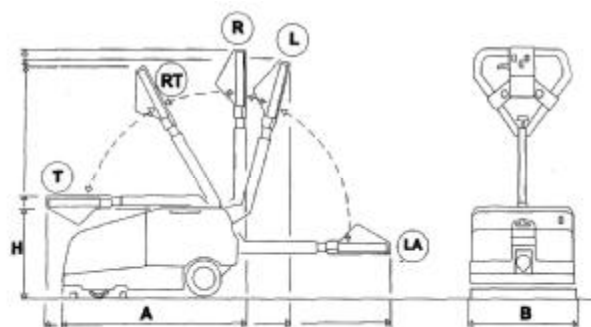
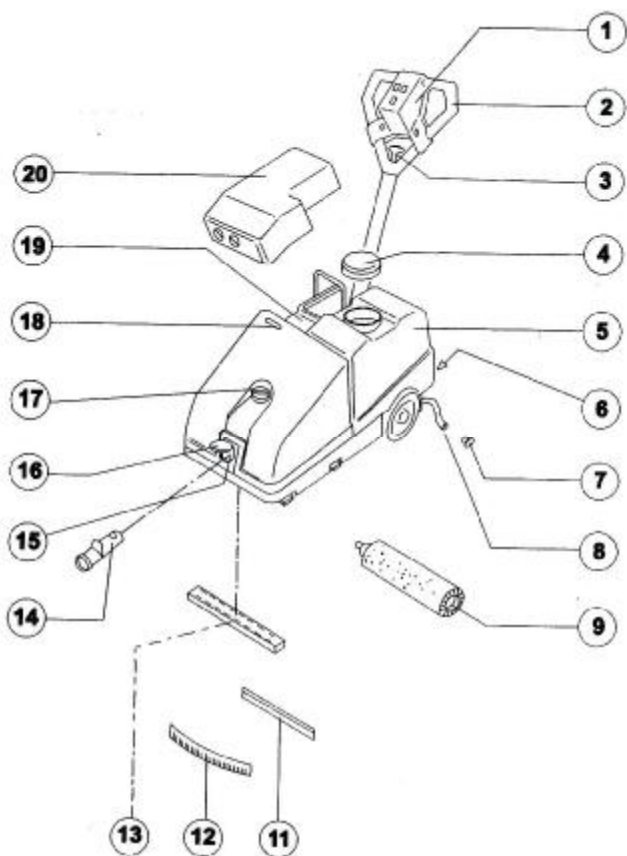

рис.1
Рис. 2
Убедитесь, что электрические характеристики машины (напряжение, частота, потребляемая мощность), указанные на информационной табличке, закреплённой на машине (рис.2, поз. 14), соответствуют электрическим параметрам вашей сети.
Данная инструкция по обслуживанию и эксплуатации для поломоечных машин с роликовыми щётками. Местонахождение идентификационной таблички указано на рис.2, поз.6. На ней содержатся все основные технические характеристики установки.
При применении специальных моющих растворов и различных видов щеток машина может быть приспособлена для работы на полах различного типа. Скребок (рис. 2. поз. 12) имеет параболический профиль для эффективного собирания загрязнённой воды.
Основные части поломоечной машины указаны на рис.2:
- Возьмите машину за ручку (рис.2, поз.2) и достаньте из коробки.
- С помощью рычага (рис. 2, поз.3) и установите ручку в вертикальное исходное положение К. (см. рисунок 1 и параграф 5.2: регулировка ручки)
На информационной табличке (рис.2; поз.6) указаны электрические параметры машины
- РУЧКА РЕГУЛИРОВАНИЯ ДАВЛЕНИЯ РЕЗИНОВОЙ ЩЕТКИ (рис. 2, поз. 17): вращая по часовой стрелке, увеличивает давление между резиновыми щетками и полом;
- ОКНО РАСТВОРА (рис. 2, поз. 18: обеспечивает визуальный контроль потока раствора) моющего средства роликовой щетки.
Машина выполнена с регулируемой ручкой (рис. 2, поз. 2) для удобства практического использования и транспортировки. Чтобы изменить положение ручки, поверните ручку рычагом (рис. 2, поз. 3). Что касается рис. 1. положения ручки - следующие:
- РУЧКА РЕГУЛИРОВАНИЯ СИЛЫ ПРИЖАТИЯ РЕЗИНОВОЙ ЩЁТКИ (рис. 2,поз.17): вращая по часовой стрелке, увеличиваете давление между резиновыми щетками и полом;
- ОКНО РАСТВОРА (рис. 2,поз. 18): обеспечивает визуальный контроль потока раствора) моющего средства роликовой щетки.
Машина изготавливается с регулируемой ручкой (рис. 2,поз. 2) для практического использования и транспортировки. Чтобы изменить положение, поверните ручку при помощи рычага (рис. 2,поз. 3). Что касается рис. 1. положения ручки - следующие:
- Установите ручку (рис. 2,поз. 2) в положение Я (см. рисунок 1),
- Удалите крышку резервуара для грязной воды (рис. 2,поз. 20);
- Поднимите резервуар (рис. 2,поз. 1) удерживая его рукой и, используя его как ведро, слейте;
- Выведите наружу трубку (рис. 2, поз. 8);
- Снимите крышку бака (рис. 2, поз. 4):
- Удалите пробку (рис. 2, поз. 7); После того, как вода сольётся, установите снятые детали в обратной последовательности